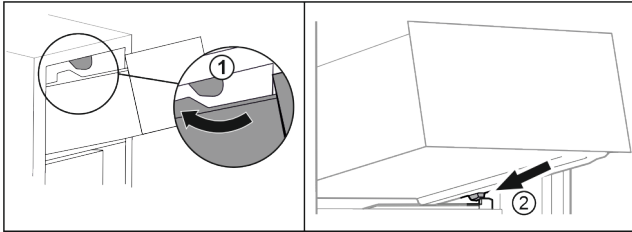

Fig. 61
- ▶ Schubfach um die oberen Stopper herumführen. Fig. 61 (1)
- ▶ Schubfach schräg hinter den unteren Stoppfern auf Behälterrippe aufsetzen. Fig. 61 (2)